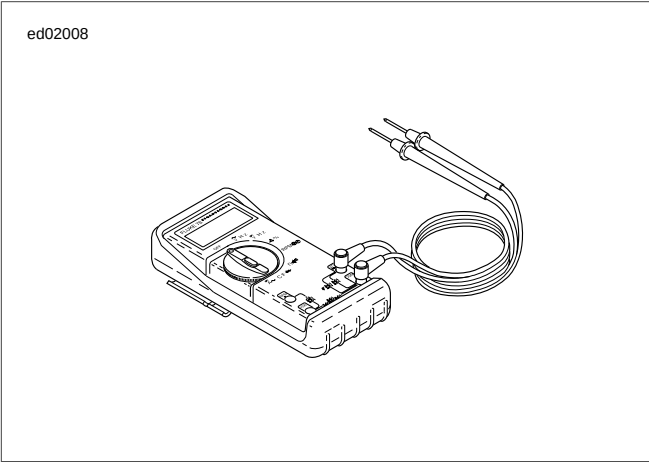

Figura 4-12. Multímetro Fluke 78 (DVOM) (HD-39978)
1. Vea Figura 4-12. Conecte el DVOM (pieza N° HD-39978) al arnés de cableado entre las conexiones de las que se sospecha. Cuando diagnostique las conexiones del ECM, utilice una CAJA DE ACCESO (pieza N° HD-48637) para simplificar el procedimiento. Vea 4.7 CAJA DE ACCESO: EFI.